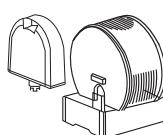

Рис. 15
- Для проведения чистки прибор может быть легко разобран без применения специальных инструментов. Если заправленный водой прибор не эксплуатировался в течение недели или более, то следует выплыть всю воду из резервуара и выполнить чистку прибора (рис. 15–20).